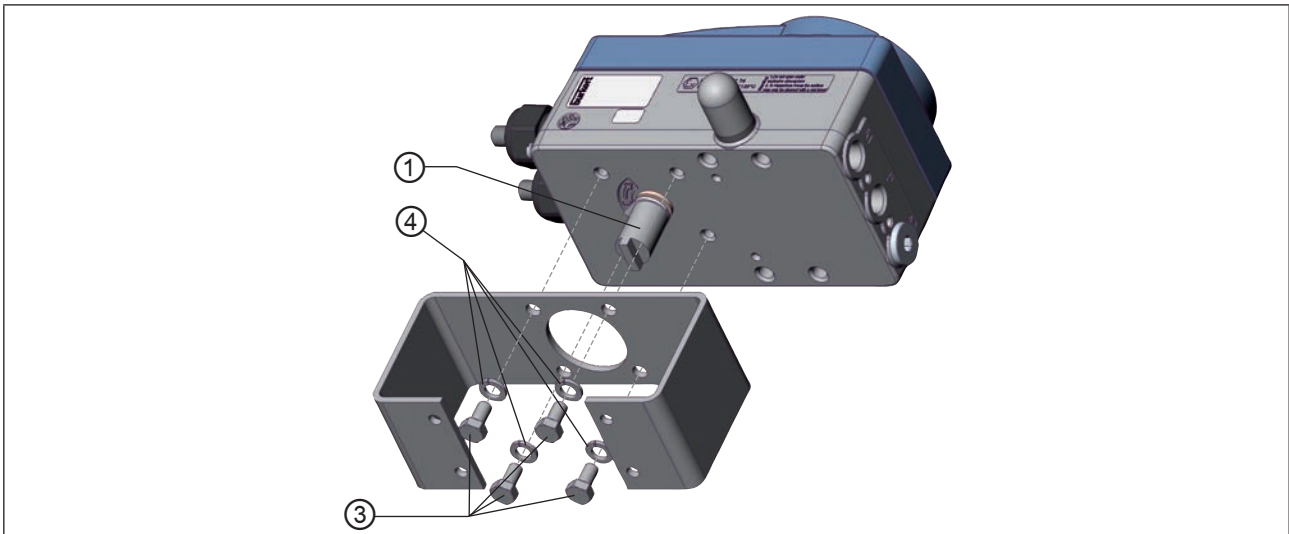

Bild 28: Montagebrücke befestigen (schematische Darstellung)
→ Die Montagebrücke mit 4 Zylinderschrauben ③ und Federringen ④ am Positioner befestigen (siehe „Bild 28“).